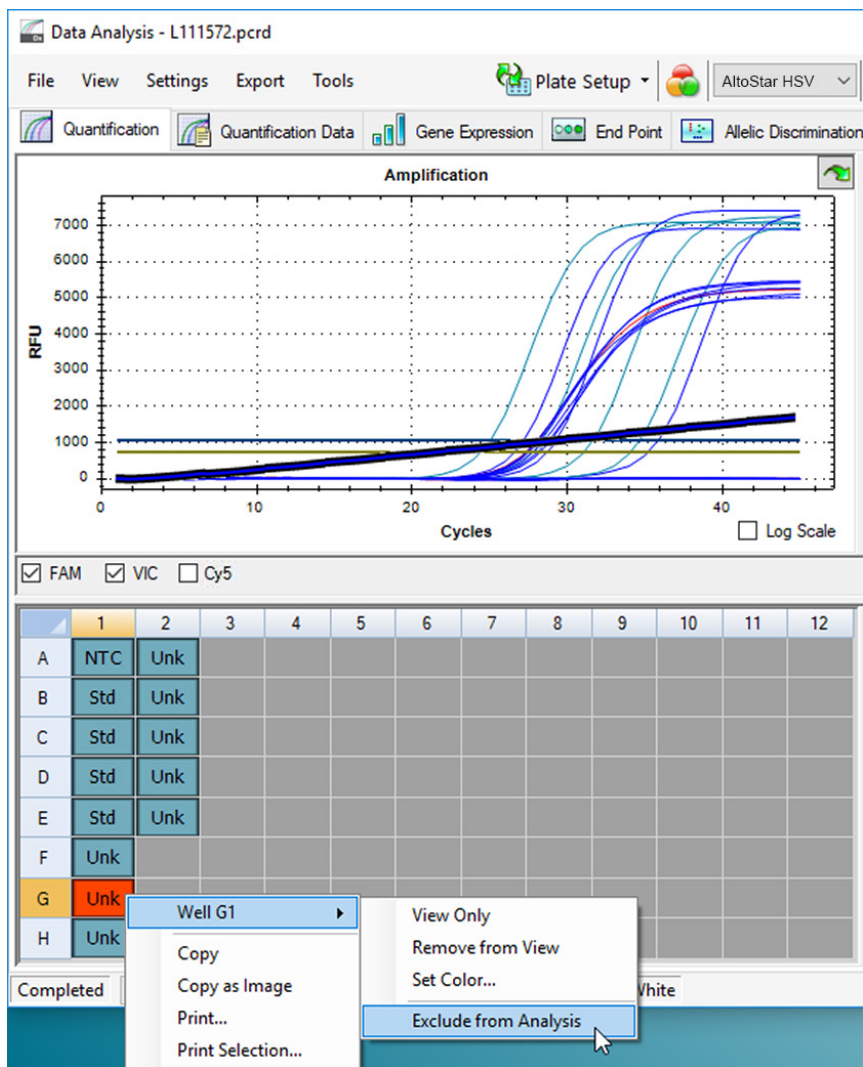

Abb. 7: Fenster Data Analysis (Datenanalyse): Well von der Analyse ausschließen
3. Klicken Sie mit der rechten Maustaste auf jedes der betroffenen Wells und wählen Sie **Well...** → **Exclude from Analysis** (Well... → Von der Analyse ausschließen) (siehe Abbildung 7).